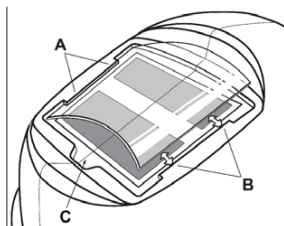

Figura 1
**Reemplazo de la Cubierta Frontal:** Reemplace el lente de la cubierta frontal si está dañado – cuarteado, sucio o perforado. Coloque su dedo o pulgar en el hueco (C) en el borde inferior del lente de cubierta y flexione el lente hacia arriba hasta soltarlo de los bordes marcados como A y B. (Consulte la figura 1). Utilice sólo los lentes de cubierta frontales de reemplazo especificados en este manual.